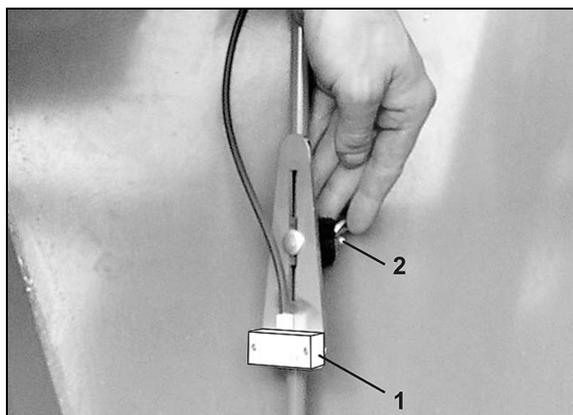

Fig. 84
3. Desserrez les deux vis (Fig. 84/1) sans les retirer.